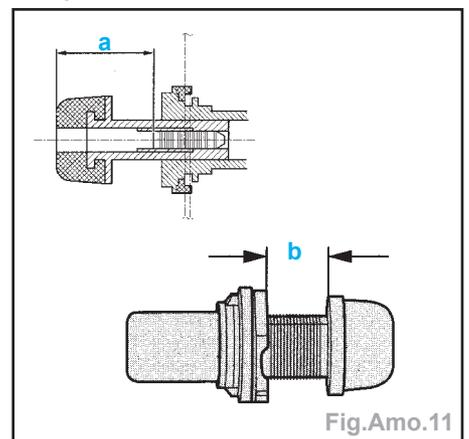

Fig.Amo.11
- A l'aide d'une clé hexagonale de 24, tourner la butée de réglage (3) de 90° à gauche et la retirer de son logement.
- Régler à la cote (a) = 12,5 mm (Fig.Amo.11).
- Dévisser l'obturateur (7) de l'écrou encastré (8).
- Visser l'obturateur (7) dans l'écrou encastré (8).
- Visser la vis de calage de la butée (3) jusqu'à la cote (b) = 25 mm (Fig.Amo.11).